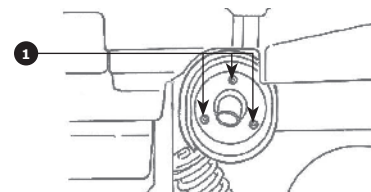

Рис. 77
1. Открутите крепёжные болты **1** Рис. 77.